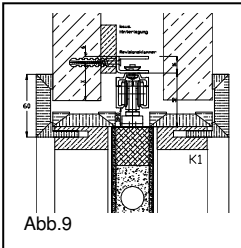

Abb.9
1. Die Montage ist so zu planen, daß sich nach dem Aushängen der Schiene die Klammern (Abb.1) nicht verdrehen können und ein späteres Einhängen möglich ist. Ein Aushängeabstand von min.25mm ist einzuhalten (Abb.15). Weiter ist darauf zu achten, daß ein leichtes Aufschieben der Schiene auf die Klammern möglich ist. **Überprüfen Sie nach der Schienenmontage das einwandfreie Einhängen der Schiene von dem Standpunkt aus, von dem Sie später (Durchgangsbereich) nur noch arbeiten können.** Die Wandausnehmung im Bereich der Klemmbacken/Laufwagen sollte groß genug sein. Ein späteres Ein- und Aushängen des Türblattes, sowie Festschrauben der Glasklemmbacken und Kontermutter am Laufwagen (Abb.9/10) muß möglich sein.